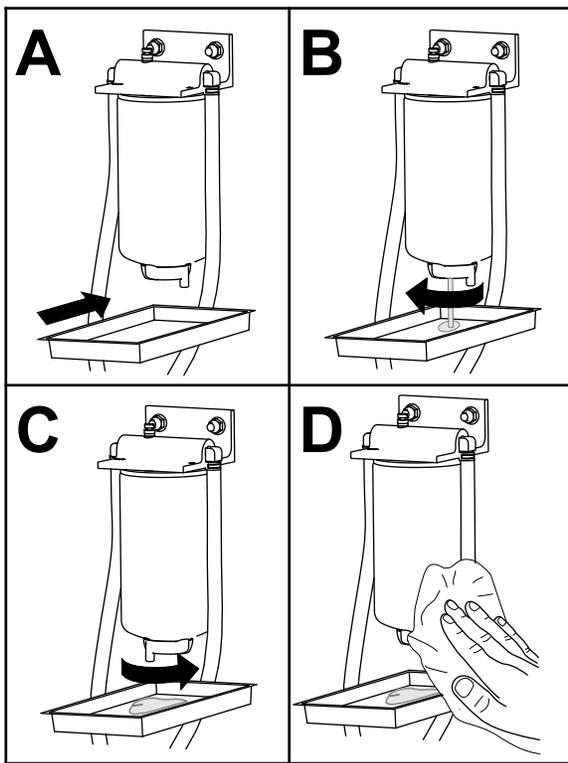

Рисунок 119
1. Слейте воду из водоотделителя топливной системы, как показано на Рисунок 119.